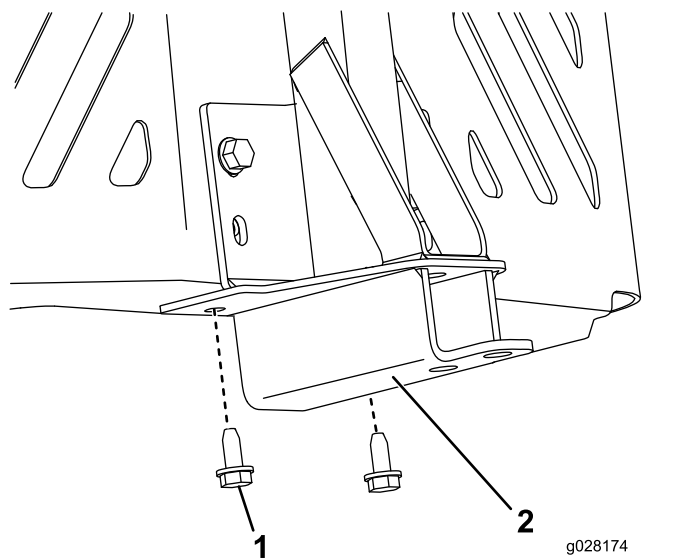

Figura 12
3. Sujete el bastidor de giro a la parte inferior del bastidor de la máquina usando 2 tornillos autorroscantes (5/16" x 3/4"), según se muestra en Figura 12.